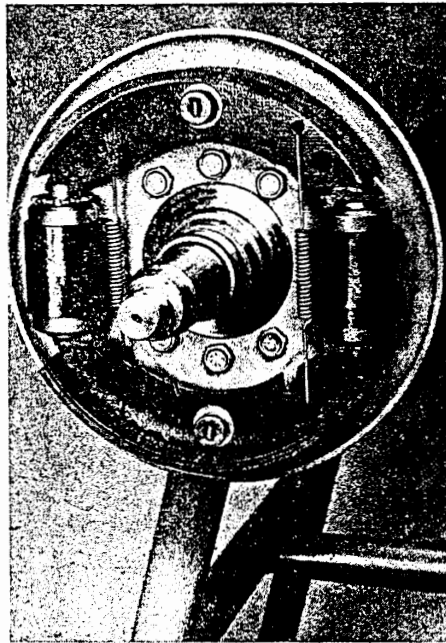

Bild B 5. Radbremse, vorn, rechts
1. Bei der Montage der Radbremszylinder ist zu beachten, daß die schräggefärbte Abstützgleitfläche zum Achsmittelpunkt verläuft. Die Nachstellkappe wird an den vorderen Radbremszylindern von unten, auf den hinteren von oben montiert (Bild B 5).